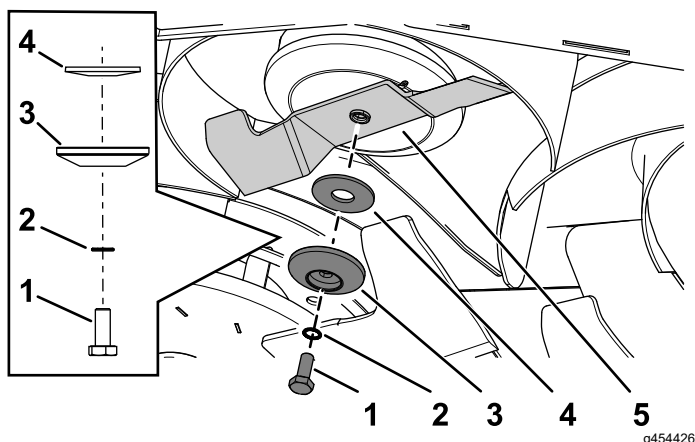

Figura 104
2. Îndepărtați urubul lamei, aiba crestată, elementul de reținere al lamei, aiba curbată și lama din arborele axului (Figura 104).